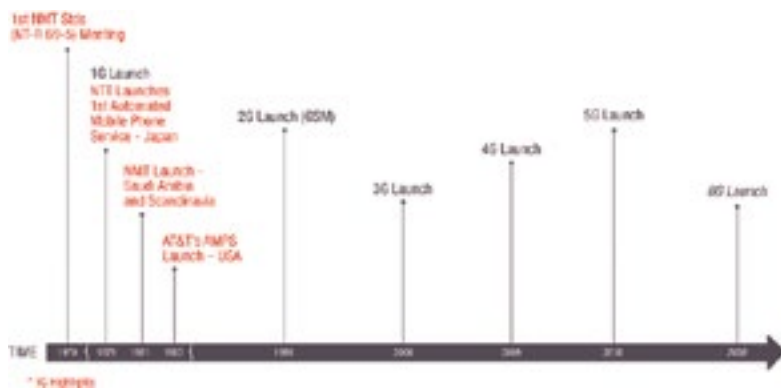

Figura 1. Generaciones de comunicaciones móviles – Algo de historia.
lización de frecuencias patentados por Bell Labs a finales de los 1940. NTT puso en marcha el primer sistema comercial en 1979, seguido por los lanzamientos Saudís y Nórdicos de NMT en 1981, y posteriormente por AT&T en 1983 con AMPS en los Estados Unidos. Cada generación posterior se ha desplegado cada diez años (figura 1).
La figura 1 muestra los tres sistemas básicos de conexión del neutro (N) del secundario del transformador de suministro eléctrico a la tierra de seguridad. El sistema sin conexión a la tierra de seguridad (flotante) de la figura 1A tiene la ventaja de que un fallo entre fase y tierra no requiere la interrupción inmediata del suministro
Figura 1. Sistemas básicos de la conexión del neutro (N) a tierra. (A) neutro flotante no conectado a la tierra de seguridad (acoplamiento capacitivo). (B) Neutro con buena conexión a tierra. (C) Neutro con una conexión a tierra con alta resistencia.